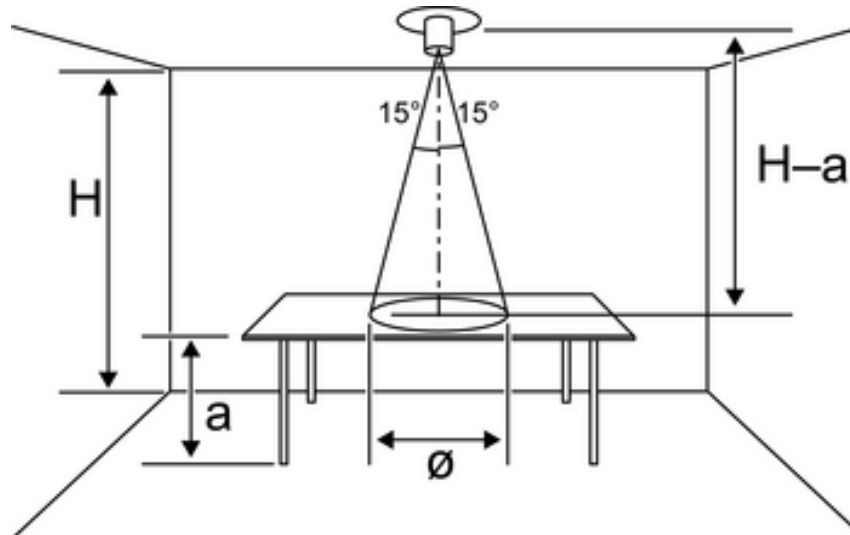

Bild 3: Ljusledarstav med rakt ljusinfall
- Montera ljusstyrkereglaget i taket direkt ovanför arbetsytan (bild 3).
Reglaget sitter direkt ovanför arbetsytan (bild 3).